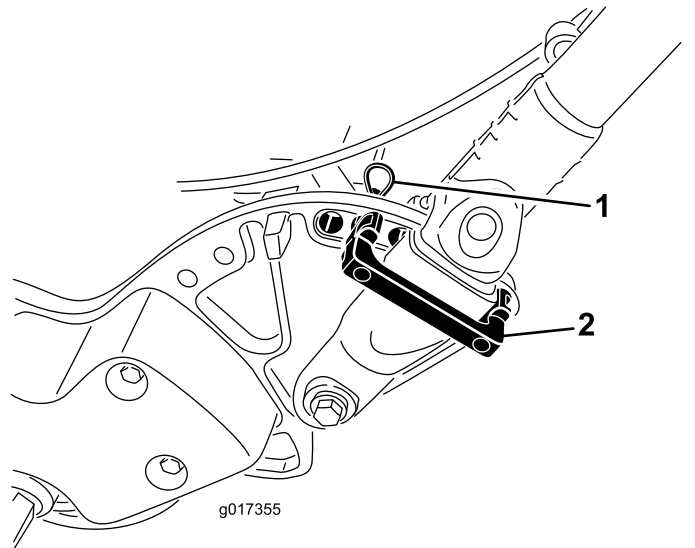

Bild 32
1. Nehmen Sie an jeder Seite der Maschine die Splinte aus den Holmbefestigungen (**Bild 32**).
2. Stützen Sie den Holm ab. Nehmen Sie die Splinte an jeder Seite ab. Drehen Sie den Holm in die gewünschte Einsatzposition (**Bild 32**).